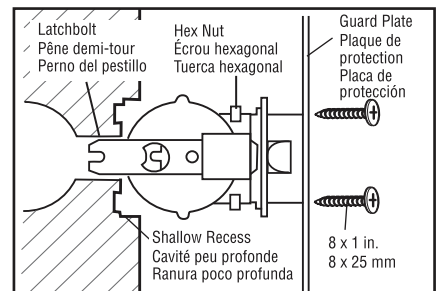

Fig. 3B
**Option B.** For doors that are split, broken, misdrilled, or have weak support around the latchbolt, remove the latchbolt from the door and bolt the latch to the guardplate using the machine hex nuts provided. Drill a shallow recess 3/8 in. in diameter where the latch faceplate screws usually go to allow for the nuts to seat in the edge of the door (Fig. 3B).
**Option B.** Si la porte est fendue, brisée ou mal perforée, ou si le renfort du pêne demi-tour est faible, retirez le pêne demi-tour de la porte et fixez-le à la plaque de protection à l'aide des écrous hexagonaux à métaux fournis. À l'aide d'un foret d'un diamètre de 3/8 po, percez une cavité peu profonde là où s'insèrent habituellement les vis de la têtère du pêne demi-tour, de façon à ce que les écrous puissent se poser dans le rebord de la porte (Fig. 3B).
**Opción B.** En puertas que estén partidas, rotas, mal taladradas o que tengan un soporte débil alrededor del perno del pestillo, retire este último desde la puerta y emperne el pestillo en la placa de protección con las tuercas hexagonales para metales que se proporcionan. Taladre una ranura poco profunda de 0,95 cm (3/8") de diámetro donde se instalan normalmente los tornillos de la placa frontal del pestillo a fin de permitir que las tuercas se asienten en el borde de la puerta (Fig. 3B).